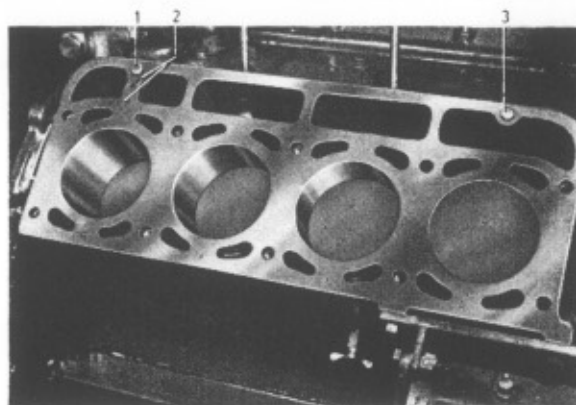

Bild 1-29. Cylinderlock demonterat
Använd nya cylinderlockspackningar, bestryk dem på båda sidor med tätningsmedel av god kvalitet som ej hårdnar eller angrips av kylvätska och olja (Bernerol, Permatex). Vänd dem rätt dvs. så att oljekanalerna (bild 1-29) ej täppes till. Tätningsytorna vid packningarna måste vara omsorgsfullt rengjorda. Montera cylinderlocken (se under "Cylinderlock") samt övriga delar som varit nedtagna. Fyll på kylvätska.
3. Demontera utloppsror, ventilkåpor, vipparmsaxlar, tryckstänger och cylinderlock samt packningar. Locken fixeras av styrpinnar, bild 1-29. Tag bort locket över ventillyftarna och därefter lyftarna.